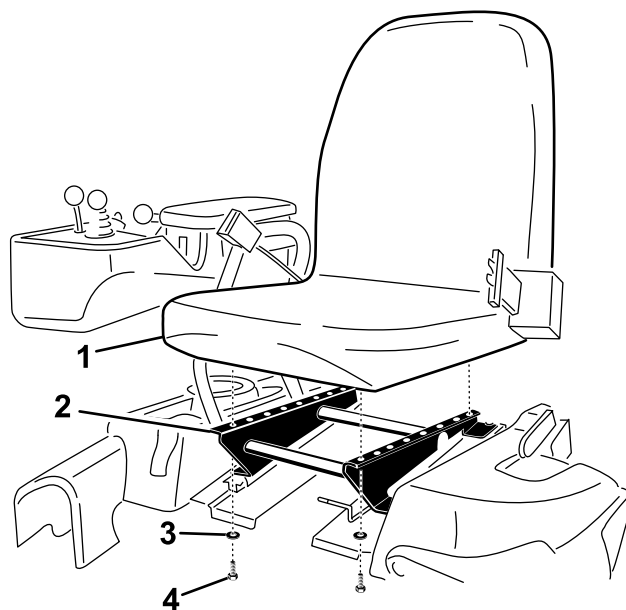

Figura 4
3. Fissate il sedile alla relativa base con i 4 bulloni e le rondelle rimosse in precedenza (**Figura 4**).